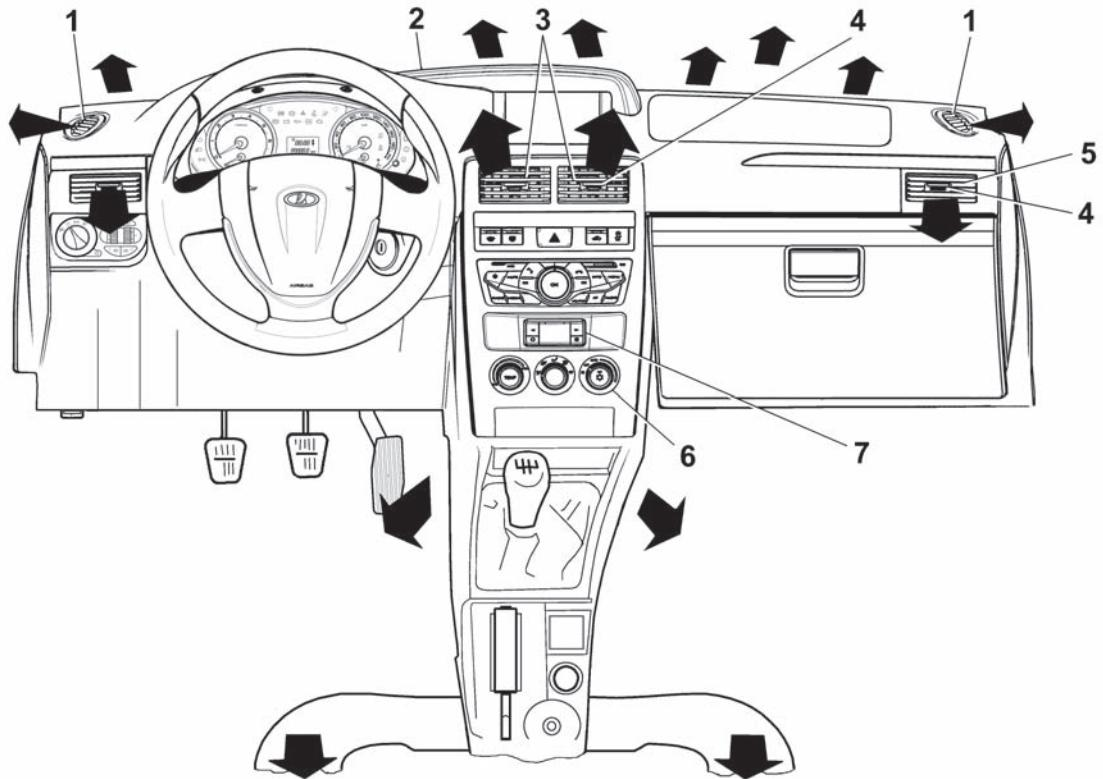

Рис. 68. Органы управления системой вентиляции и отопления салона
Система отопления и вентиляции позволяет поддерживать микроклимат в салоне при любых скоростях движения автомобиля (рис. 68):
– режим вентиляции салона – воздушный поток подается через боковые и центральные сопла вентиляции в зоны дыхания водителя и пассажиров. При установке режима открыть центральные (3) и боковые (5) сопла вентиляции (рис. 68).
- регуляторами управления заслонками сопел **3** и **5**, а также ручками регулировки направления воздушного потока **4** (рис. 68) направить воздух в салон.